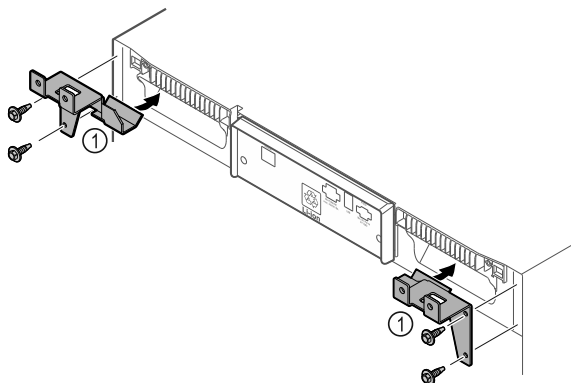

Fig. 50
- ▶ Halteteile Fig. 50 (1) mit selbstschneidenden Schrauben am Gerät montieren.